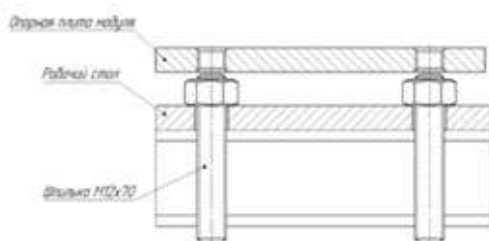

Рис. 3
4.3.7. Удерживая ключом S19 гайку с помощью шестигранника S6 вкрутить каждую шпильку в резьбовое отверстие опорной плиты на высоту 10...15 мм от верхней поверхности опорной плиты (рис.3).